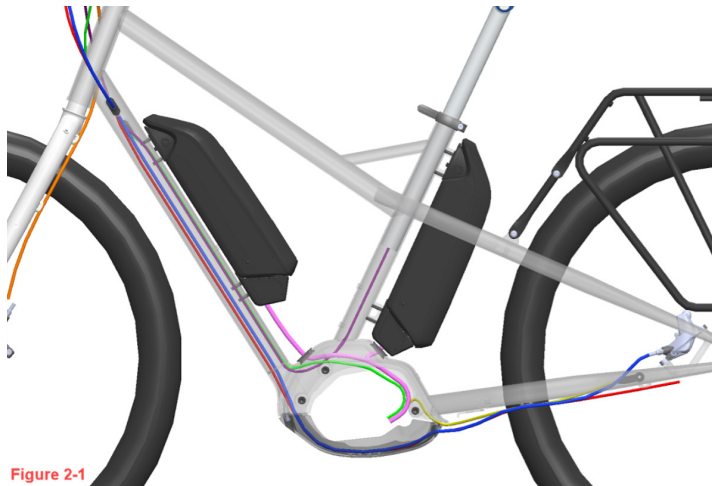

Figure 2-1
6. Branchez les câbles de batterie avant et arrière avec le connecteur en Y Bosch (figures 2-1 et 2-2).